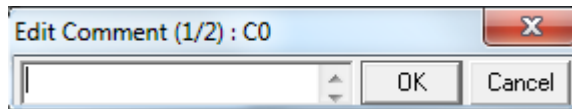

Рисунок 38 – Окно «Редактирование комментария»
3. Введена команда «CNT 0 #3». Откроется диалоговое окно «Edit Comment» (Редактирование комментария) (рисунок 38), в котором уже будет введен комментарий к входу/выходу. «CNT 0 #3» означает, что введен счетчик обратного счета с начальным значением 3 и флагом завершения C0000.